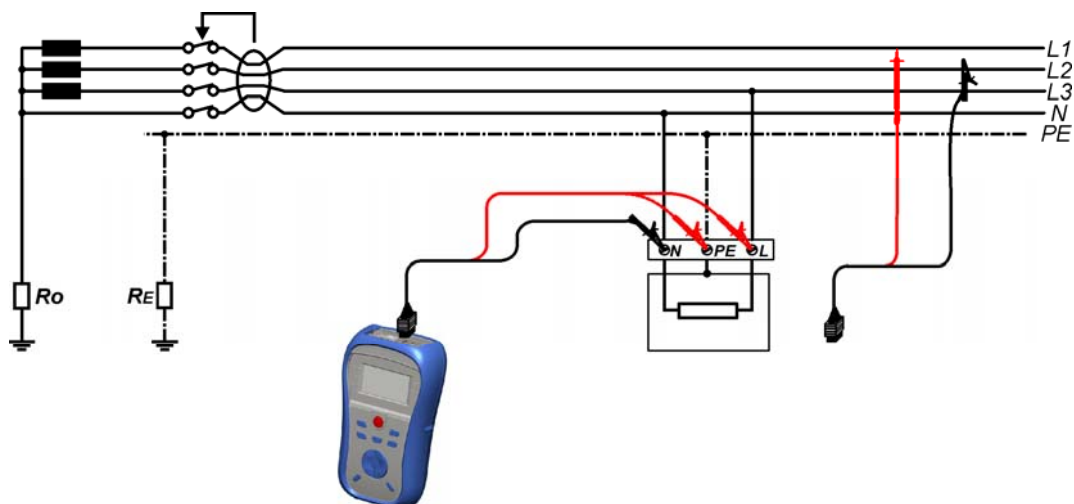

Рисунок 5.11: Подсоединение 2-проводного измерительного кабеля
- ❑ **Подсоедините** измерительные провода к измеряемому объекту (см. рисунок 5.11).